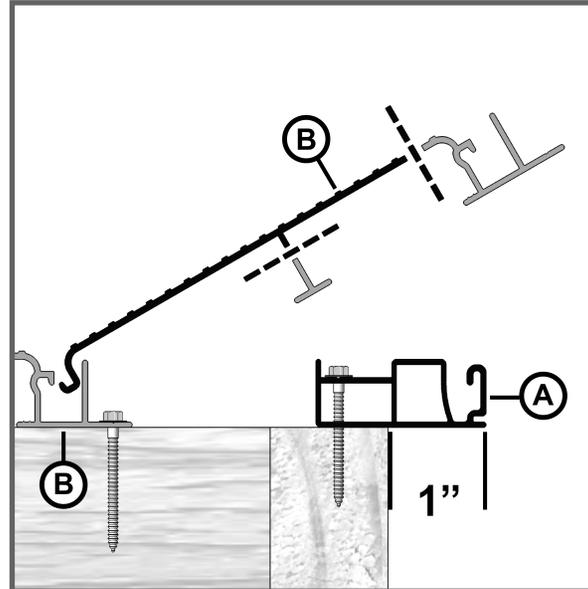

FIGURE 5
- Fin du plancher: Positionner la pièce "A" en porte à faux avec un débordement de 1" au-delà du fascia du balcon. (figure5)
- Découper la dernière planche "B" pour éliminer toute matière se prolongeant plus loin que la limite désirée, à 1 1/4" au-delà du fascia. (figure5)
- Découper le support central de la dernière planche "B" s'il y a interférence avec la dernière pièce "A". (figure5)